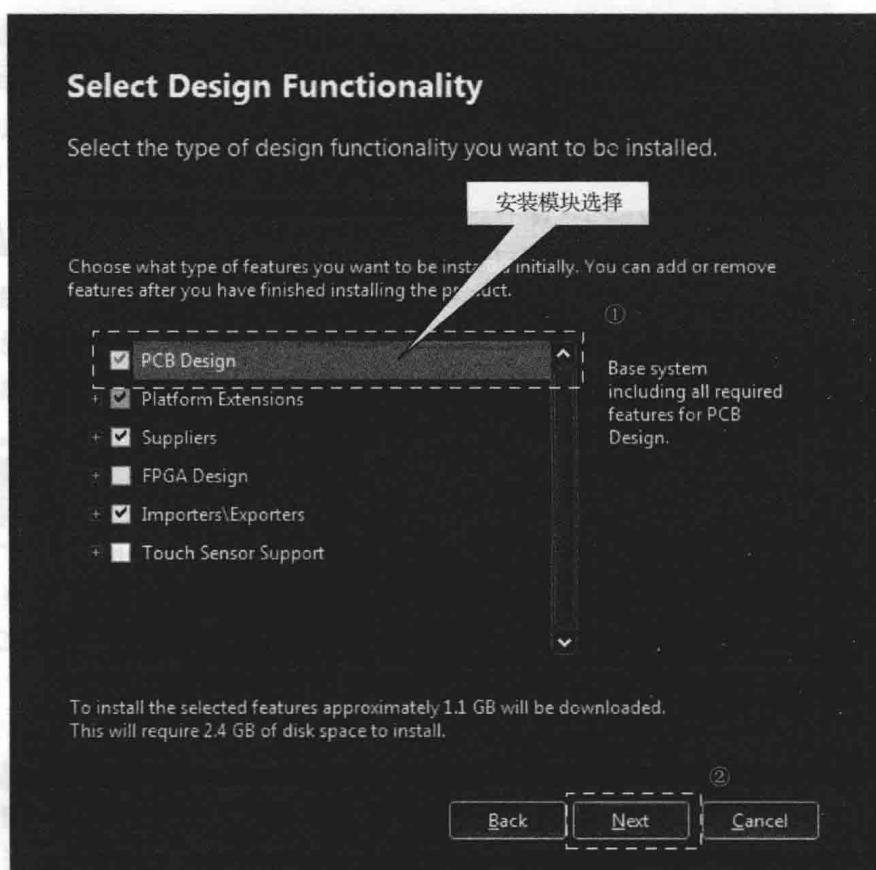

图 2-4 安装模块选择界面
(4) 安装模块选择界面如图 2-4 所示，在安装模块选择区里，有六种功能模块选项，如果只做 PCB 设计，就只选第一个；同样，需要做什么设计就选择哪个模块，这样可以减少软件占用空间，提高软件运行效率。模块选择完成，单击【Next】按钮进入安装路径设置界面。